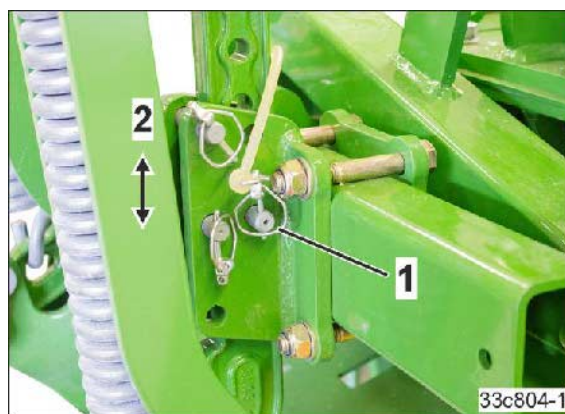

Fig. 148
Amener l'effaceur de traces dans la profondeur de travail verticale souhaitée (Fig. 148/2) et bloquer l'axe de fixation (Fig. 148/1) avec une goupille d'arrêt.
Pour éviter des dommages, la machine ne doit pas être posée sur l'effaceurs de traces. Bloquer l'effaceur de traces sur la moulure de poignée dans la position la plus haute (voir Fig. 148).
1. Retirer la goupille d'arrêt (Fig. 148/1)
4. Bloquer l'effaceur de traces sur la moulure de poignée dans la position la plus haute (Fig. 148/2)
5. Bloquer le boulon de sûreté avec la goupille d'arrêt (Fig. 148/1)